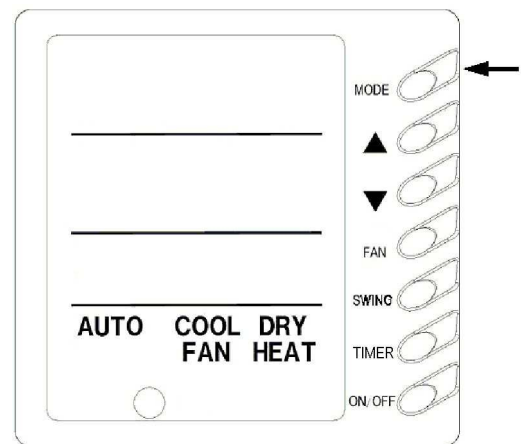

Рис.6
5) Настройка режима работы (Рис.6)